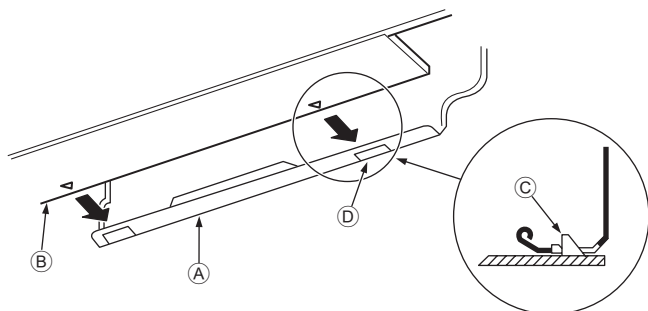

Fig. 3-15
3. Hängen Sie den oberen Teil der Innenanlage an die Montageplatte ①, während Sie die Kältemittelleitung und das Abflussrohr in die Wandöffnung (Türle) einführen.
5. Befestigen Sie die Innenanlage, indem Sie sie gegen die Montageplatte ① drücken. (Fig. 3-15)
- \* Vergewissern Sie sich, dass die Knöpfe unten an der Innenanlage sicher in die Montageplatte ① eingehängt sind.
- ① Montageplatte
- ② Innenanlage
- ③ Haken
- ④ Rechteckige Öffnung